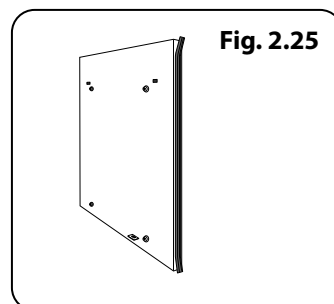

Fig. 2.25
- And one divider (**Fig. 2.25**)